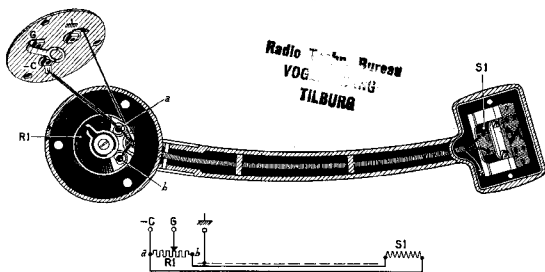
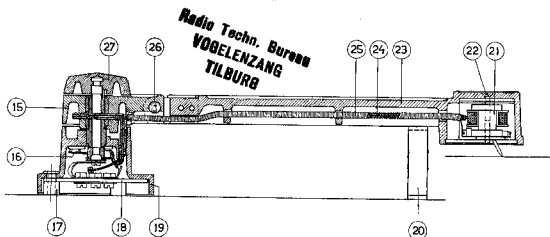

Fig. 7.
Fig. 11
Deze gramfoonopnemer bestaat uit een philite voet (fig. 11 pos. 19), waarin de potentiometer is gebouwd, een draaistuk (pos. 15), waarvan de arm (pos. 23) scharmierbaar is aangebracht, Pos. 21 het magneetsysteem en pos. 27 de bedieningsknop voor de potentiometer.
De 2 schroeven (fig. 11 pos. 22) worden losgedraaid. De 2 verbindingen worden bij de aansluitpunten op het spoeltje S1 zie fig. 7 losgesoldeerd, terwijl de afschermingdraad van een schroef aan het systeem wordt losgenomen. Bij het inbrengen van een nieuw systeem dient men speciale zorg te dragen dat de rubber schijf welke ten doel heeft het systeem onwrikbaar vast in het huis op te sluiten, zoodanig wordt gelegd, dat de dekplaat volkomen recht op het huis komt te liggen en de spanning voor de pick-up naald precies overeenkomt met het ovale gat in de dekplaat. Bij latere series is een prespaan plaatje toegevoegd. Tegen het dekplaatje zijn twee stukjes prespaan geplakt om het magneetsysteem in het huis klemmend te doen passen, terwijl het rubberplaatje voor de ovale spanning bestemd is om het binnendringen van stof en ijzer-ijzels tusschen het magneetje te voorkomen. Reparatie aan het magneetsysteem kan alleen met de daarvoor benodigde inrichtingen bij Philips geschieden.
Wordt bij het draaien aan de bedieningsknop een krakend geluid waargenomen dan kan dit veroorzaakt worden tengevolge van beschadiging aan het koolweerstandje of het sleepveertje, of doordat dit laatste niet voldoende tegen het weerstandje veert. Bij beschadiging van het koolweerstandje (fig. 7) R1 dient men het geheele philite voetstuk te vervangen. Men vange aan met het uitboren der drie felsbussen waarmede het deksel tevens aansluitplaatje (fig. 11 pos. 18) in den voet wordt gehouden. Van dit deksel worden de verbindingen aan de lipjes der felsmoeren gemerkt met „aarde“ en -c
losgesoldeerd. (Zie fig. 7). Daarna wordt het sleepveertje door een schroef met sluitring van de centrale schroef verwijderd. De ronde moer die hierop volgt wordt losgedraaid, waarna men in staat is de bedieningsknop en het draaistuk af te nemen. De twee verbindingen komende van het systeem, worden van de aansluitpunten aan het koolweerstandje a en b op fig. 7 losgesoldeerd. Het dient vermeld te worden dat bij montage van het voetstuk beide draden eenmaal in de spanning van het draaistuk gewikkeld moeten worden, doch clk in tegenovergestelde richting. De aarddraad welke van het spiraalveertje door het voetstuk naar het dekplaatje gaat wordt eveneens eenmaal in deze spanning gewikkeld.
De draden worden overeenkomstig de montage-tekening van fig. 7 aangesloten, waarbij het daar-ondergeteekende prinscipeschema mede van dienst kan zijn. Het dekplaatje wordt tenslotte met 3 felsnaafjes code no. 25.983.730 aan het voetstuk vastgefelst.
Het bovenstaand voorschrift volgt tevens op welke wijze men het sleepveertje (fig. 11 pos. 16) uit kan wisselen. Echter dient men er wel op te letten dat hiervoor dezelfde cilinderschroef wordt gebruikt daar het oog van het hieronderliggende contactveertje niet over een schroef met grootere kop-diameter zou passen. De contactpunten van het sleepveertje behooren zoodanig afgesteld te worden dat ze beide het weerstandje over den
Bij demontage dezer arm is het niet noodig den voet met draaistuk en bedieningsknop los te nemen. Alleen de verbindingen aan de zijde van het magneetsysteem worden losgeschroefd en het systeem zelve op de bekende wijze losgenomen. Het stelschroefje in het scharnierpennetje (fig. 11 pos 26) wordt losgedraaid, waarna men dit pennetje kan uittikken.